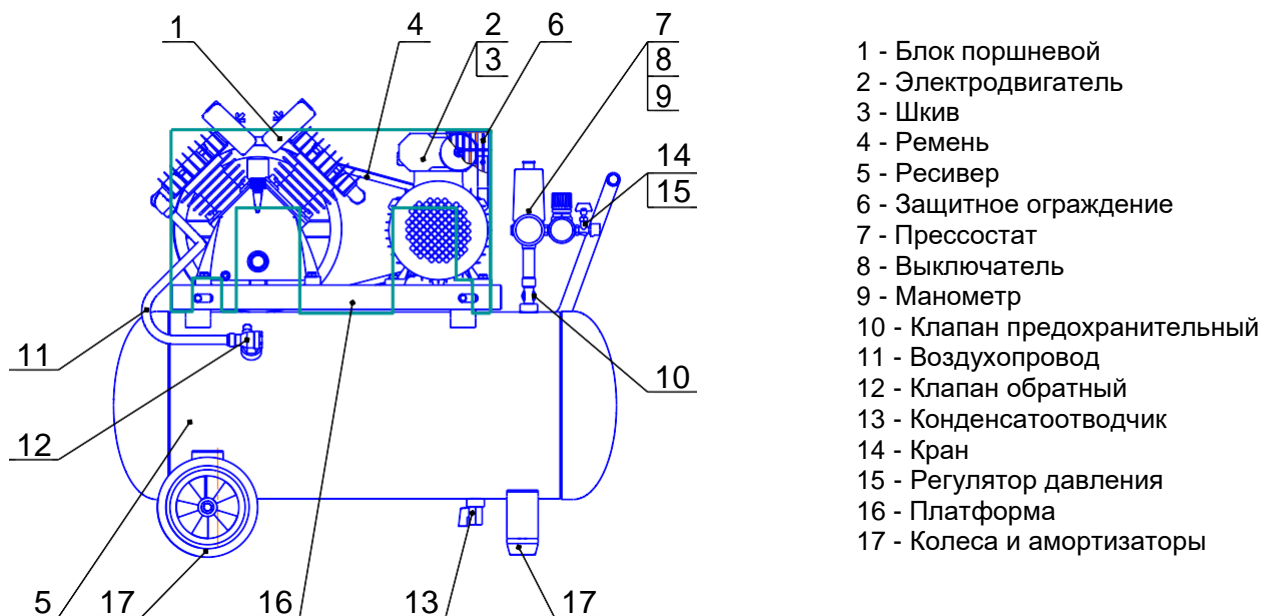

Рисунок 4 - Общий вид компрессора
- 1 Переключите выключатель на прессостате в положение "0" или "OFF", в зависимости от исполнения (см. рисунок 4).